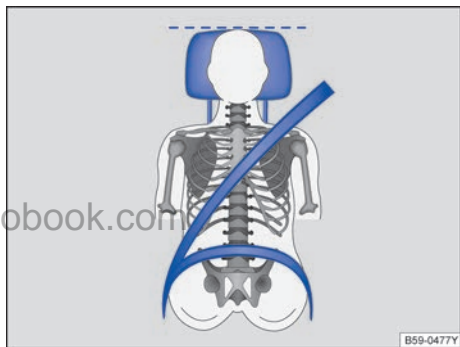

图 15 驾驶员头枕的正确位置
- 调节头枕，使头枕的上沿与您的头顶等高，不可低于眼睛，头部尽可能贴近头枕→ 图 15。